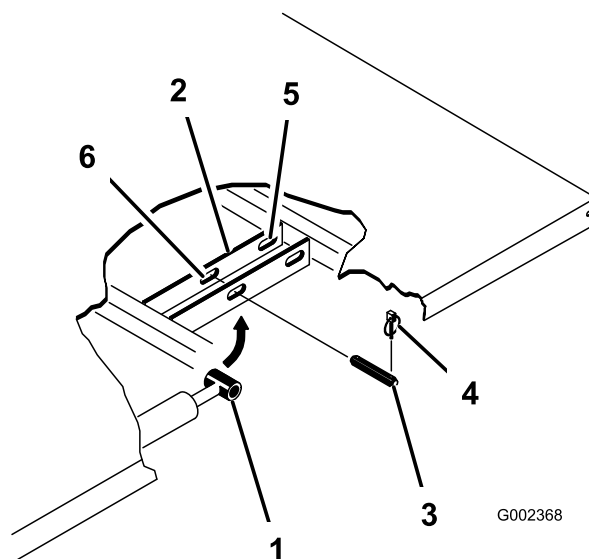

Figura 3
4. Îndepărtați tifturile de prindere de la capetele exterioare ale tifturilor cu cap și gaură tijă cilindru (Figura 3).
5. Îndepărtați cunile spintecate care fixează capetele tijei cilindului pe plăcile de montaj ale platformei împingând tifturile spre centrul mainii (Figura 3).